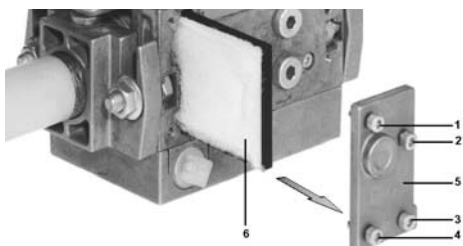

Рис. 45
- 2 Отвинтите винты 1 ÷ 4 шестигранным ключом № 3 и снимите крышку фильтра 5 на Рис. 45.